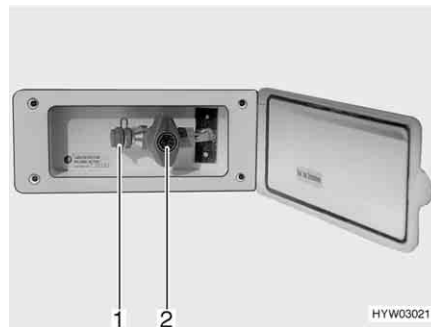

Fig. 157 Presa gas esterna (rubinetto di arresto del gas chiuso)
La presa gas esterna (Fig. 157) si trova sul lato destro del veicolo.
- Collegare l'apparecchio a gas esterno all'attacco (Fig. 157,1).
- Aprire il rubinetto di arresto del gas (Fig. 157,2).